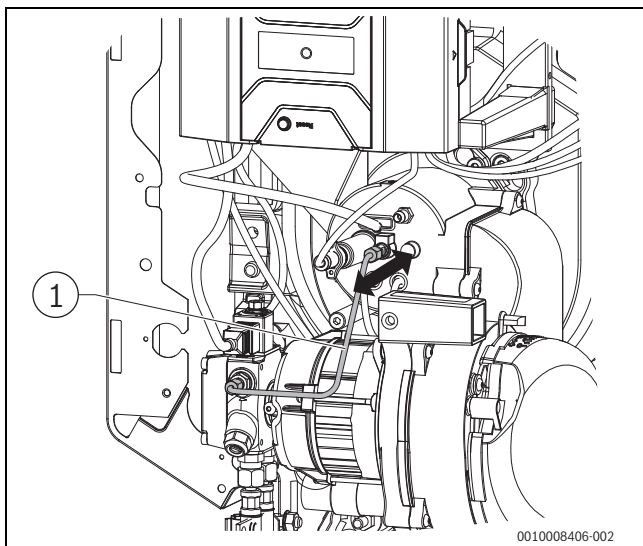

Bild 45 Korrekten Sitz des Mischsystems prüfen (dargestellt: 18-49 kW)
- Ölzuleitung (→Bild 45, [1]) etwa 5 mm herausziehen.